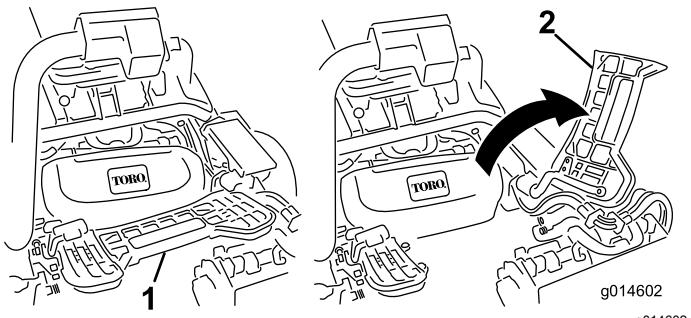

Рисунок 28
- Поднимите и поверните вверх подножку, открывая доступ к центральному режущему блоку (Рисунок 28).